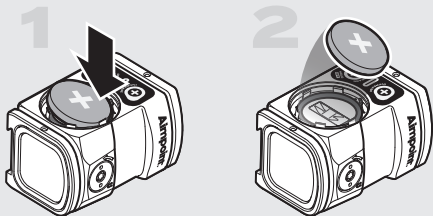

Fig. 2 Retire la batería
- a Desenrosque y retire la tapa de la batería (3) con el lado plano del herramienta Aimpoint (8B).
- b Si va a sustituir la batería, extraiga la batería agotada del compartimento de la batería presionando con cuidado sobre un borde como se muestra en la Fig. 2.